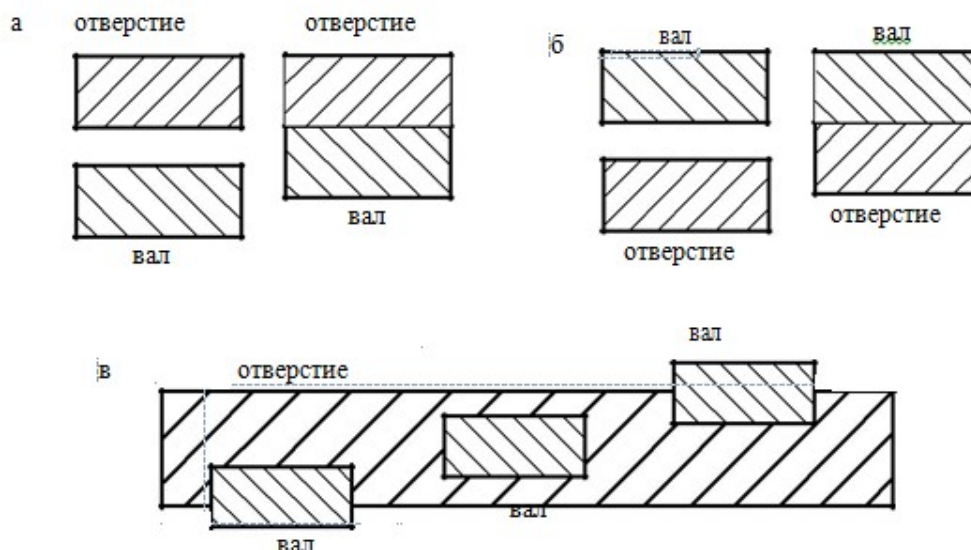

Рисунок 2.4 – Виды посадок
В зависимости от взаимного расположения полей допусков отверстия или вала (по характеру соединения) посадка может быть (рисунок 2.4):
- подвижная (посадка с зазором): поле допуска отверстия над полем допуска вала (рисунок 2.4, а);
- неподвижная (посадка с натягом): поле допуска отверстия под полем допуска вала (рисунок 2.4, б);
- переходная (возможны натяг или зазор в зависимости от действительных размеров): поля допусков отверстия и вала перекрываются частично или полностью (рисунок 2.4, в).
Если поля допусков отверстия и вала перекрываются (пересекаются) частично или полностью (рис. 2.4 в), то посадка переходная (возможны и натяг и зазор). В этом случае определяются максимальные значения зазора и натяга  $S_{\max}$ ,  $N_{\max}$  по тем же формулам.